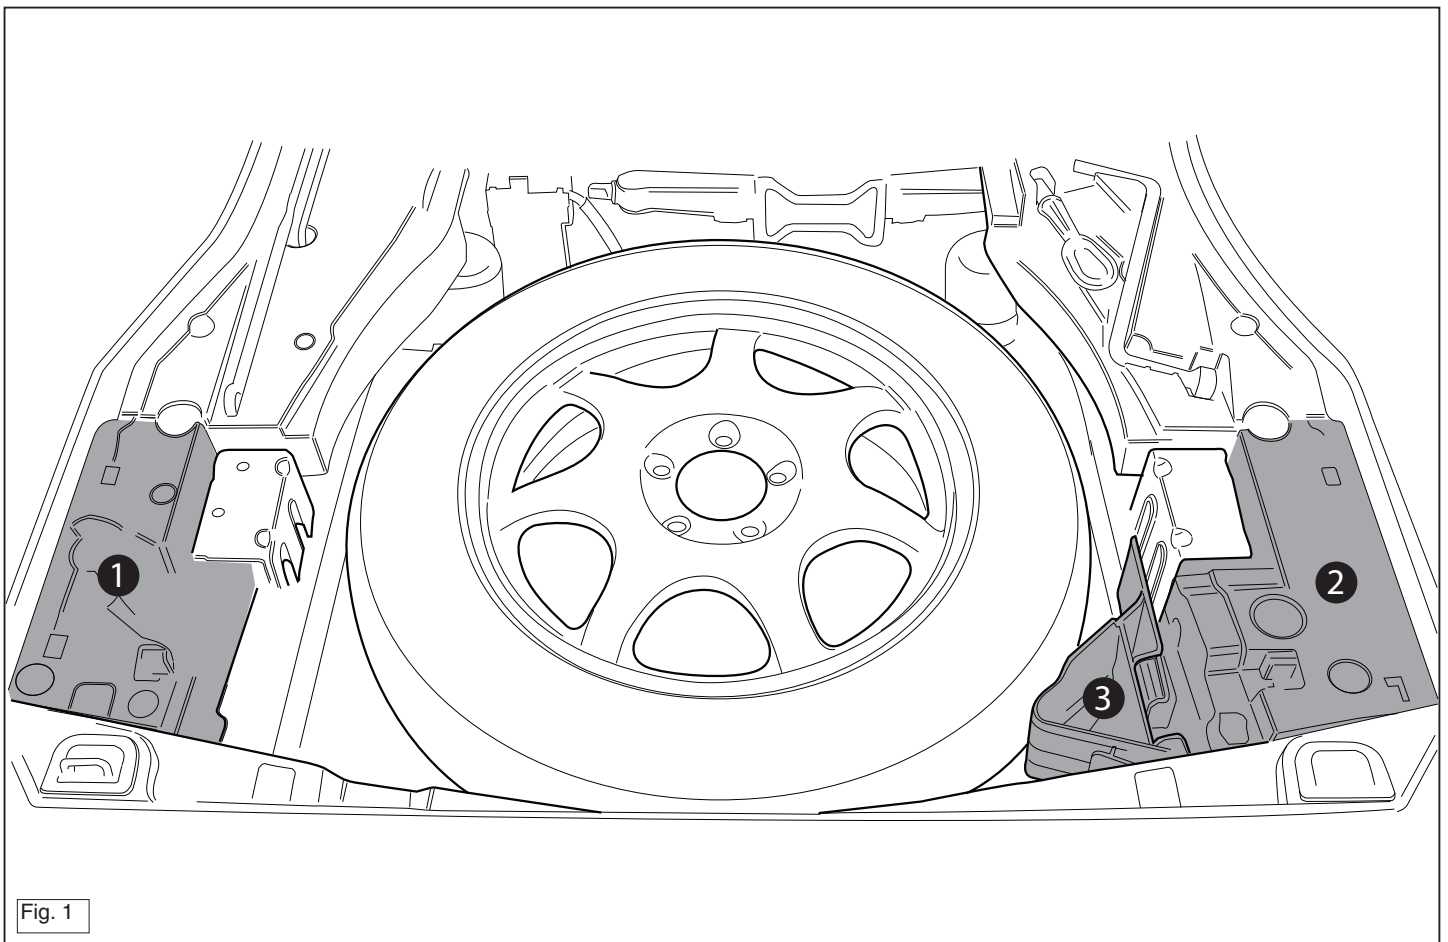

Fig. 1
3. Remove the parts indicated in figure 1.
3. Die in Abbildung 1 angegebenen Teile abmontieren.
3. Démonter les pièces indiquées sur la figure 1.